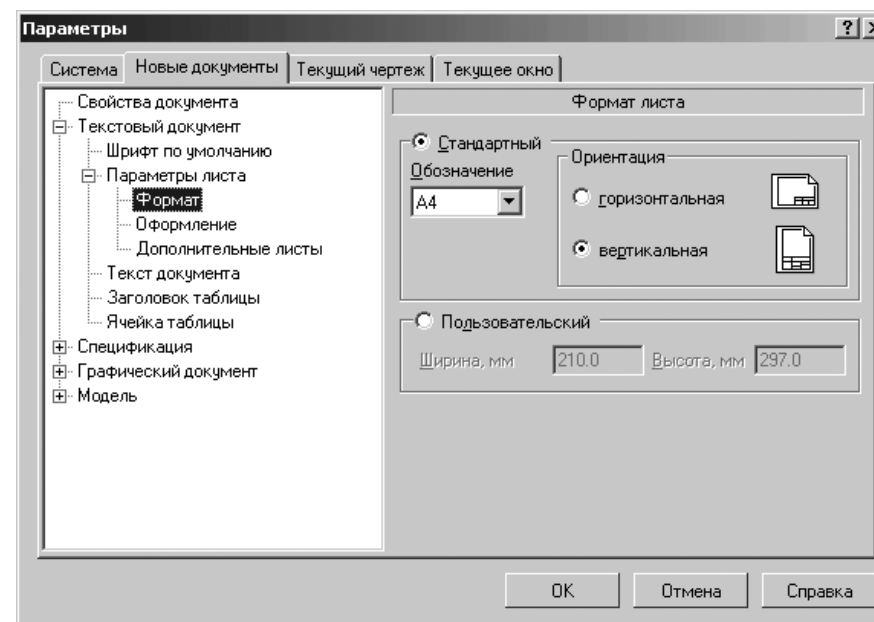

Рис. 10.4. Диалоговое окно **Параметры** с открытой вкладкой **Новые документы** и панелью **Формат листа**
- щелкните в списке настраиваемых элементов листа по пункту **Формат**. В правой части появится панель **Формат листа**, показанная на рис. 10.4;